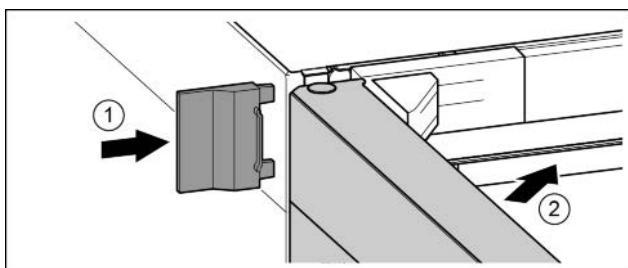

Fig. 22
- Надвинуть внешнюю крышку. Fig. 22 (1)
- Закрыть верхнюю дверь. Fig. 22 (2)